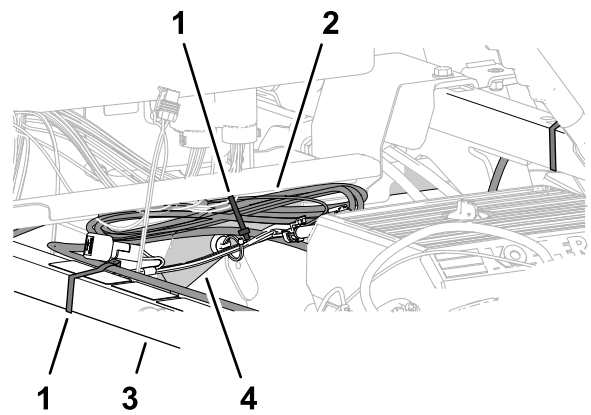

Figura 215
2. Allineate il cablaggio dati sul tubo di supporto dell'ammortizzatore e fissate il cablaggio al tubo con una fascetta per cavi (Figura 215).
3. Allineate il fascio del cablaggio dati sul tubo del telaio superiore di destra e fissate il fascio del cablaggio sul tubo del telaio con una fascetta per cavi (Figura 215).
1. Raccogliete la lunghezza in eccesso del cablaggio dati contro il tubo del telaio superiore di destra (Figura 215).